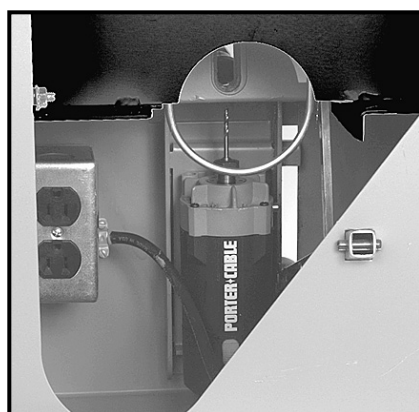

Fig. 10
3. Placez le moteur de perceuse dans le boîtier, comme illustré à la Fig. 10, et fixez solidement en place à l'aide de la vis de montage.